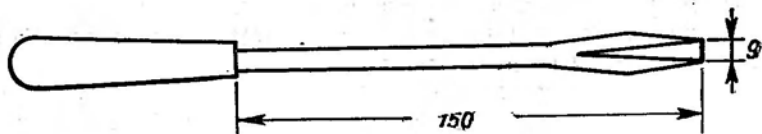

Рис. 13. Отвертка короткая, широкая с лезвием 150×9 мм.
2. Отвертка короткая широкая с лезвием примерно 150×9 мм (рис. 13).